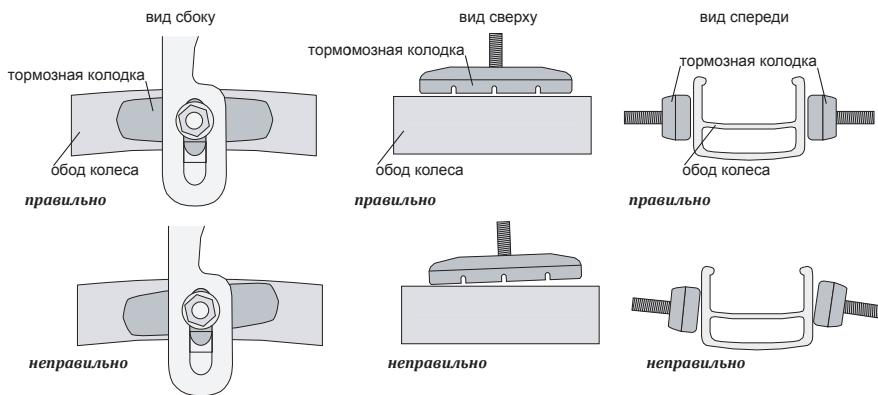

рис. 24
- Установите тормозные колодки таким образом, чтобы тормозная поверхность колодки была параллельна тормозной поверхности обода и располагалась точно посередине (рис. 24);